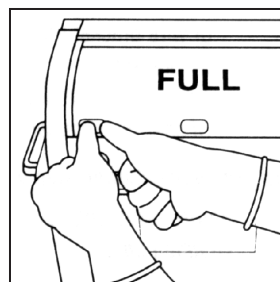

Figura 2
- Se a tampa estiver aberta, feche a tampa e encaixe os três fechos (Figura 2).